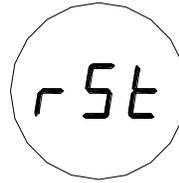

Figure 14 : réinitialisation des relais
- Les relais peuvent être réinitialisés à l'aide d'un aimant. Pour ce faire, placer l'aimant sur le logo GM situé sur le couvercle de l'unité. Après 3 secondes, l'écran affiche « rSt ». Une fois ce code affiché par les LED, retirer l'aimant. Les relais sont réinitialisés (Figure 14).